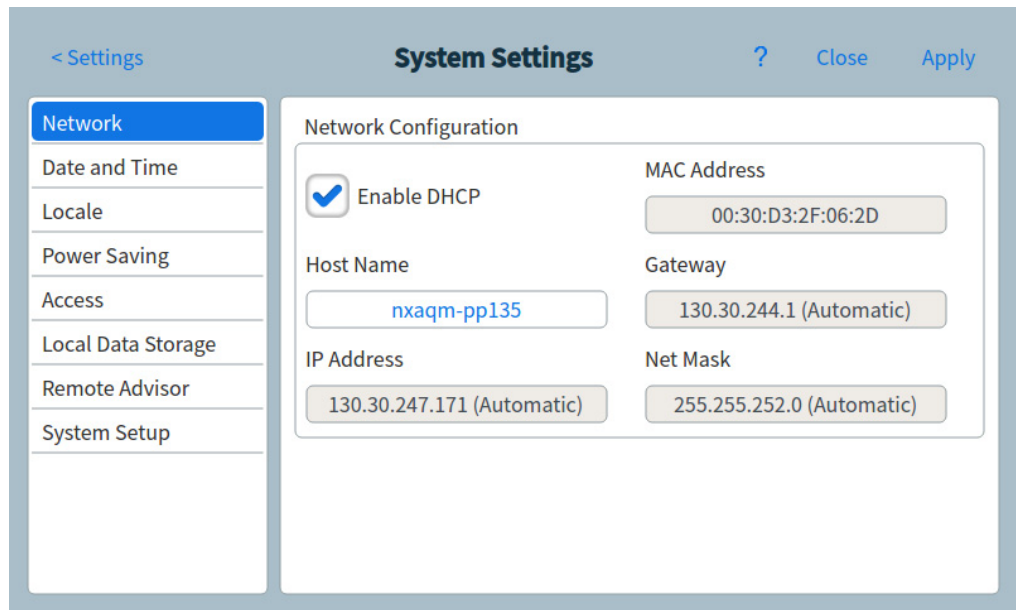

Figura 40 Página de parámetros del sistema)
- 2 Pulse **System Settings**. Se abrirá la página de parámetros del sistema). Consulte Figura 40.